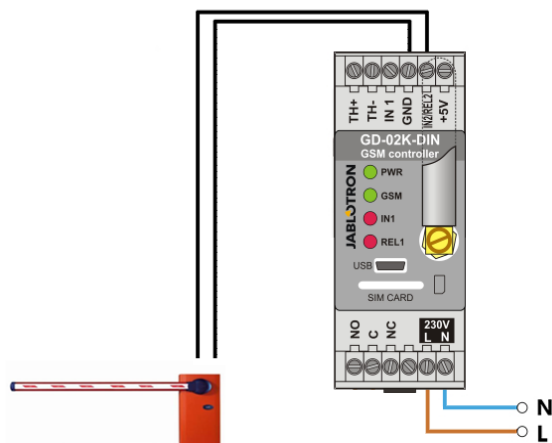

Figure 2 : GD-02K-DIN en tant que contrôleur du portail.
- L'application nécessite la connexion d'un contact à la sortie REL2 / GND et à l'entrée basse tension d'un portail commandé, voir la figure 2.